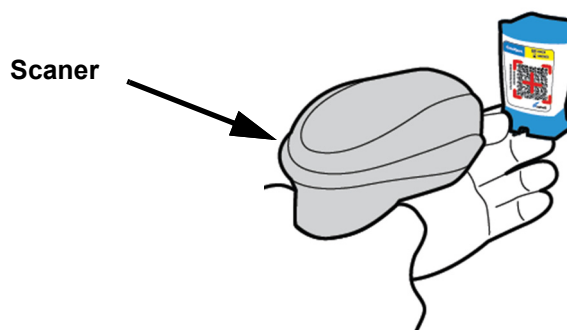

Figura 5-18. Scanarea unui cod de bare de pe cartuș
Utilizarea scannerului portabil este similară pentru toate operațiunile de scanare, cum ar fi scanarea ID-ului pacientului, a ID-ului probei și a codului de bare al cartușului, deși această secțiune descrie scanarea codului de bare al cartușului. Consultați Figura 5-18.
1. Scanați codul de bare ținând scannerul la o distanță de aproximativ 8-10 in. față de codul de bare, aliniind laserul de pe scanner cu imaginea codului de bare. Figura 5-18 prezintă un cod de bare al cartușului care este scanat.